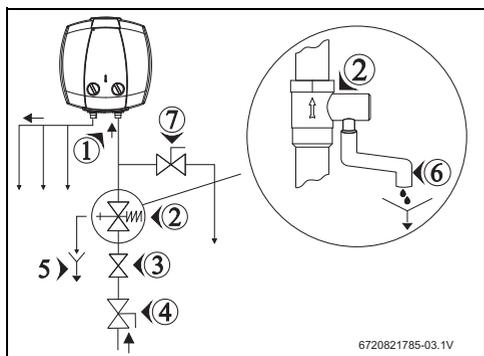

Fig. 9 Raccordement d'eau
- Monter la soupape de sécurité sur le raccordement d'eau froide du ballon d'eau chaude sanitaire (→ fig. 9 et 10).
Lorsque la pression d'eau est supérieure à 80% de la pression maximale du ballon d'eau chaude sanitaire, installer une soupape de réduction de pression (→ fig. 9).